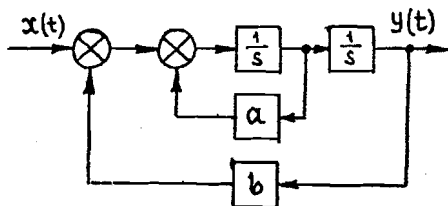
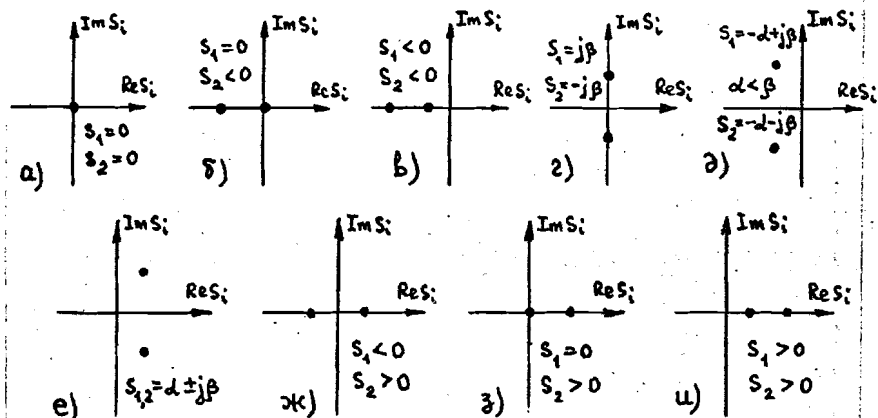

Рис. 21
Рис. 22
16. Запишите передаточную функцию для структурной схемы, изображенной на рис. 21. Исследуйте, при каких соотношениях между коэффициентами α и β , каждый из которых может быть как положительным, так и отрицательным, можно реализовать корни характеристического уравнения, располагающиеся на комплексной плоскости так, как показано на рис. 22.
18. Установив в схеме рис. 21 произвольные значения коэффициентов α и β , соответствующие устойчивому колебательному звену, получите экспериментально его переходную функцию и частотные характеристики. По результатам эксперимента определите параметры передаточной функции колебательного звена K , T и ζ .